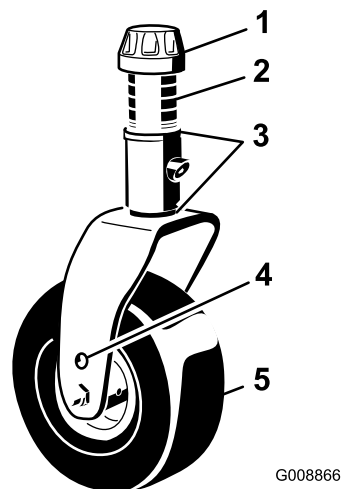

Figura 27
3. Regolate gli spessori (3 mm) sulla forcella (o forcelle) della ruota orientabile, finché l'altezza di taglio non corrisponde al valore riportato sull'adesivo (Figura 27); fate riferimento a Regolazione del passo del piatto di taglio \(pagina 62\).